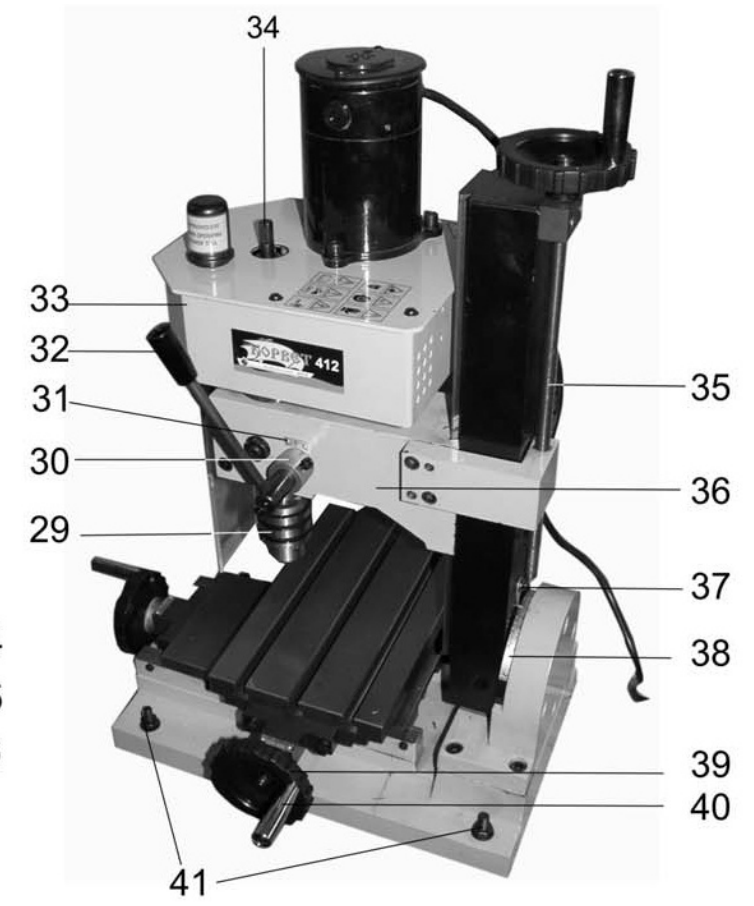

Рис. 3
10.1.5. Проверьте надёжность закрепления сверлильного патрона (29) (цангового патрона, фрезы (см. п. 11.1.)), Рис. 3, 7.